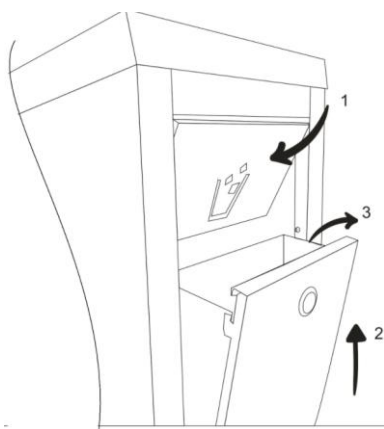

Fig.16
- Verwijder het superieure achterpaneel (nr.10) door de schroeven los te draaien en ook het voorpaneel (nr.7) zoals getoond in Fig.16. Hierdoor krijgt u toegang tot alle accessoires die in het product zitten en tot de montage ervan.
Verwijder het voorpaneel volgens de stappen in Fig.16.